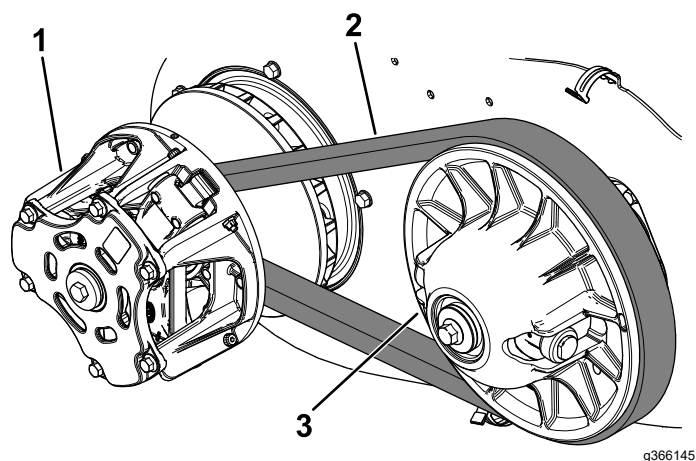

Figura 60
6. Haga girar la correa e inspecciónela (Figura 60) para asegurarse de que no está excesivamente desgastada o dañada.
7. Con aire comprimido, limpie los embragues a fondo para eliminar todos los residuos (Figura 60).
6. Tire hacia arriba de la parte superior de la correa para extraer el embrague secundario y, a continuación, gire y dirija la correa sobre el embrague secundario (Figura 60).
7. Retire la correa del embrague primario (Figura 60).
8. Coloque la correa nueva sobre el embrague primario (Figura 60).
9. Haga girar la correa y llévela sobre el embrague secundario (Figura 60).